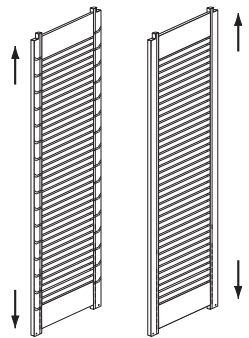

FIG. 3.0
1. Seleccione los lados de la torre (B) y colóquelos uno al frente del otro con las ranuras hacia dentro (**El extremo dentado debe estar en la parte superior del lado de la torre**) (Fig. 3.0)